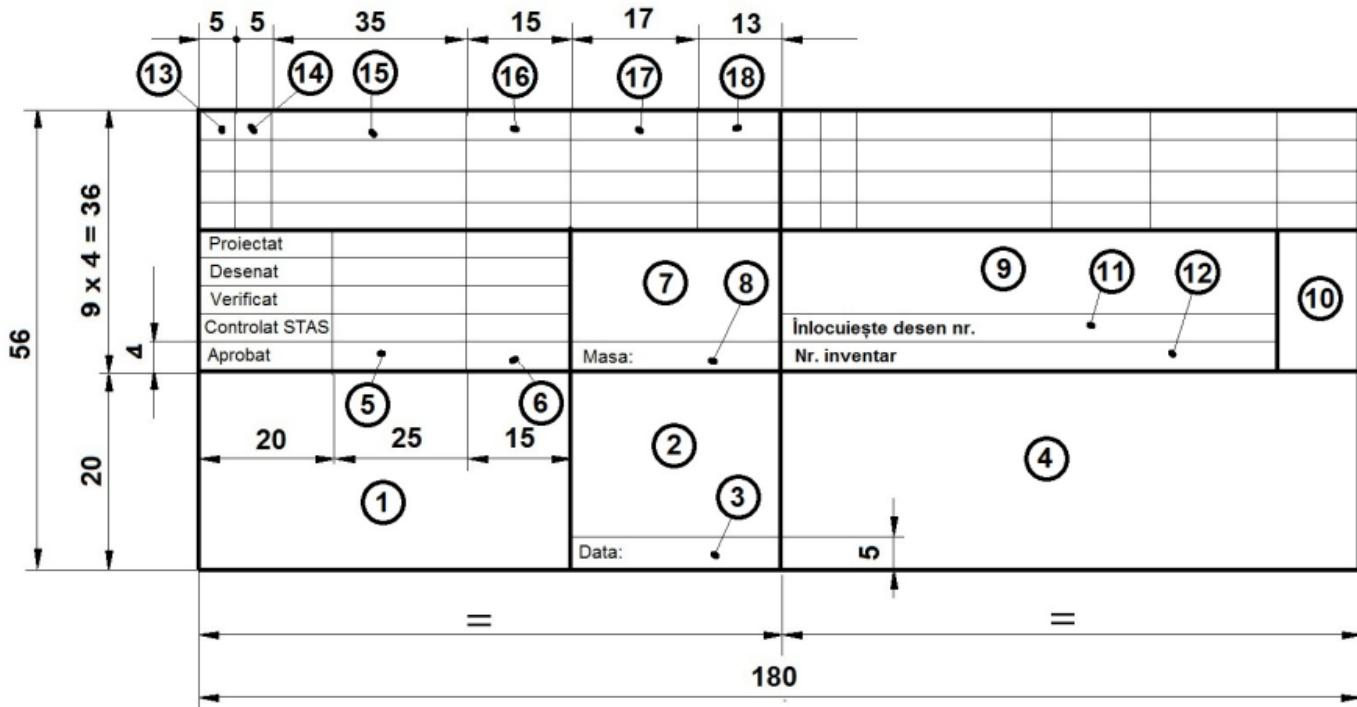

Рис. 2 Полная основная надпись чертежа
**Основная надпись** представляет собой блок (рис. 2) в который записывается целый ряд данных, относящихся к объекту, который представлен на чертеже. Правила, определяющие содержание и порядок заполнения индикатора, приведены в SR ISO 7200:1994.